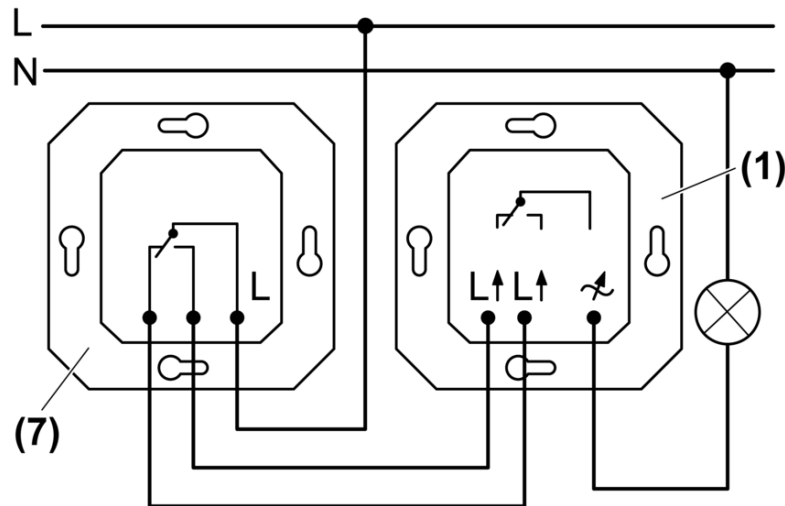

Bild 3: Wechselschaltung
- Dimmer (1) und Wechselschalter (7) gemäß Anschlussplan anschließen (Bild 3).